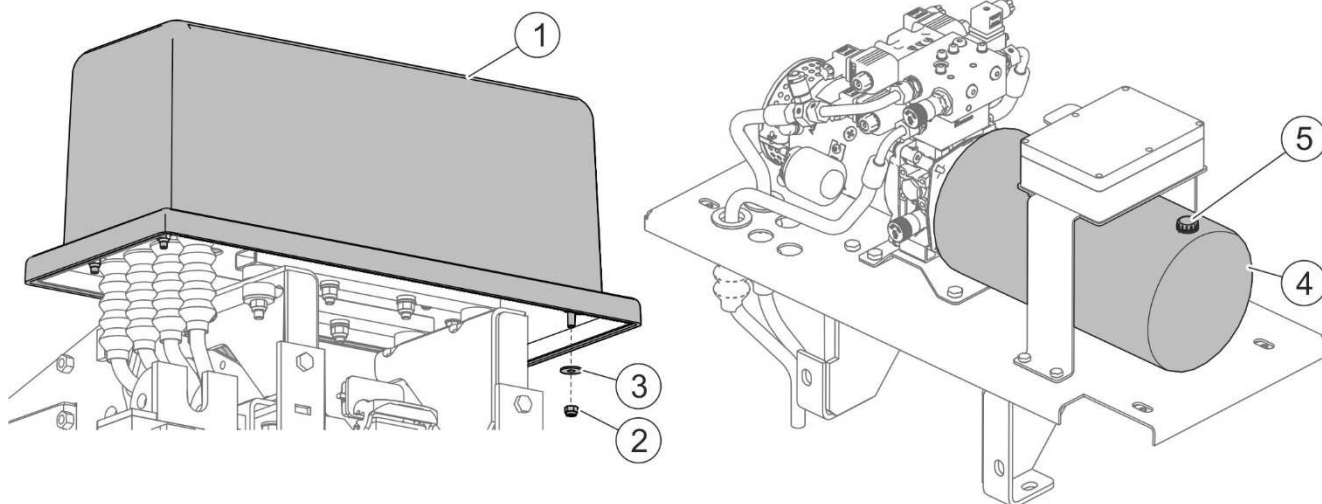

РИСУНОК 5.7 Проверка уровня масла (*снегоотвалы с собственной питающей гидравлической системой Power-Pack*)
(1) - корпус электрогидравлического питателя; (2) - гайка; (3) - шайба; (4) - маслобак; (5) - пробка заливного отверстия.
Маслобак (4) электрогидравлического питателя (РИСУНОК 5.7) размещается под крышкой корпуса (1). Для проверки уровня масла в маслобаке необходимо:
- установить плаг так, чтобы маслобак (4) располагался горизонтально,
- отвинтить четыре гайки (2) и снять корпус (1),
- после отвинчивания пробки заливного отверстия (5) правильный уровень масла в баке (4) должен составлять 100-120 мм от дна бака при опущенном отвале (гидроцилиндр подъема отвала задвинут).